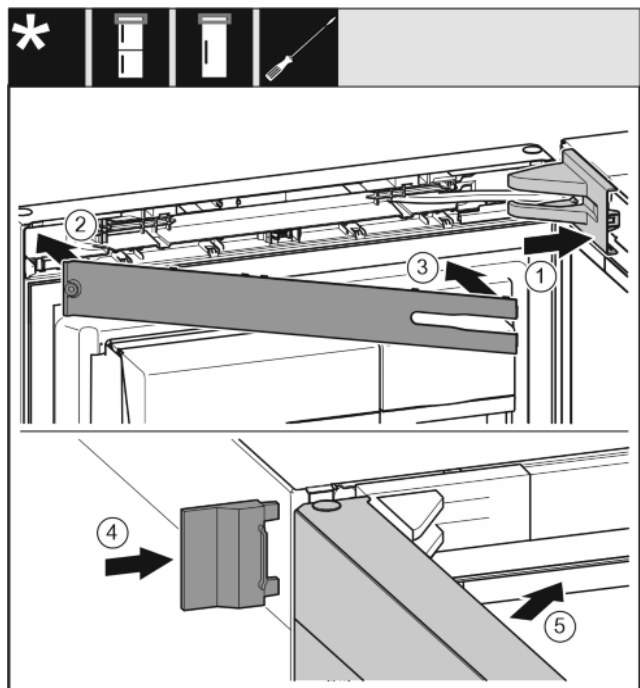

Fig. 40
- ▶ Nasadte a zaklapněte kryt stojanu ložiska, příp. opatrně odtláče od sebe. Fig. 40 (1)
- ▶ Nasadte záslepku. Fig. 40 (2)
- ▶ Záslepku sklopte a zaklapněte. Fig. 40 (3)
- ▶ Nasuňte vnější kryt. Fig. 40 (4)
- ▶ Zavřete horní dveře. Fig. 40 (5)